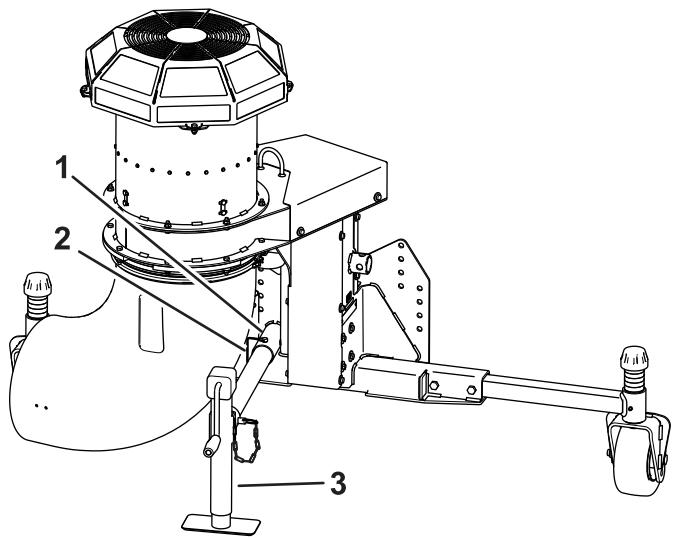

Figura 8
10. Introduzca el tubo del caballete en el tubo del bastidor, alinee los taladros y sujételo en esa posición con el pasador de alambre (Figura 8).